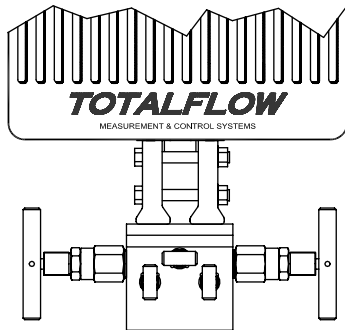

图 3 (典型多支管安装)
5. 将多支管安装到设备的底部；设备的右端口通常为高压力（上行侧）。检查 AMU 模块编号，查看其设计流向是从左到右（4CYC）还是从右到左（4AYC）。您还可以查看传感器，（H 或 +）表示高面，（L 或 -）表示低面。对于直接安装多支管，方向非常重要。（请参见图 3，了解典型多支管配置情况）